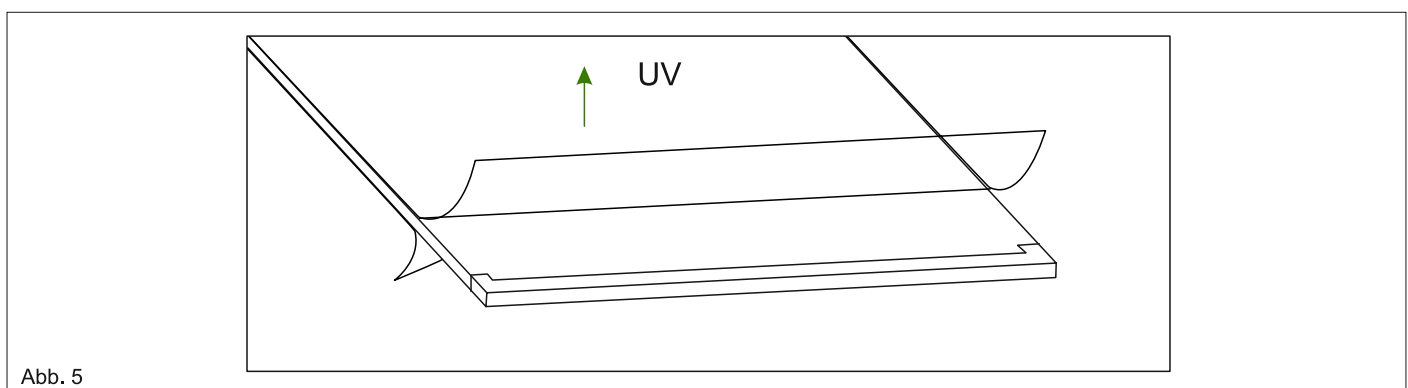

Abb. 5
2. Die von uns gelieferten Polycarbonatplatten sind auf der UV-Seite mit der Michfolie überzogen. Diese Seite ist die Außenseite. Innenseite ist mit der durchsichtigen Folie geschützt. Zur Vorbereitung, befreien Sie die Polycarbonatplatten an den jeweiligen Enden auf beiden Seiten, circa 10 cm, von der Schutzfolie. Ziehen Sie die Schutzfolie noch nicht komplett ab. Siehe Abb. 5.